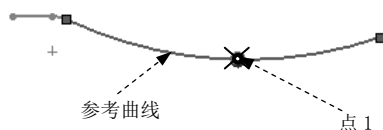

图 6.15.3 参考曲线
Step3. 创建如图 6.15.3 所示的点 1。
(1) 选择下拉菜单 **插入(I)**  **点(P)...** 命令, 系统弹出“点”对话框。
(2) 定义点的创建类型。在“点”对话框中单击  按钮, 然后选中 **百分比(G)** 单选项。
(3) 定义点的位置和点数。在  文本框中输入百分比值 55, 在  文本框中输入值 1。
(4) 定义参考曲线。选取如图 6.15.3 所示的圆弧为参考曲线。